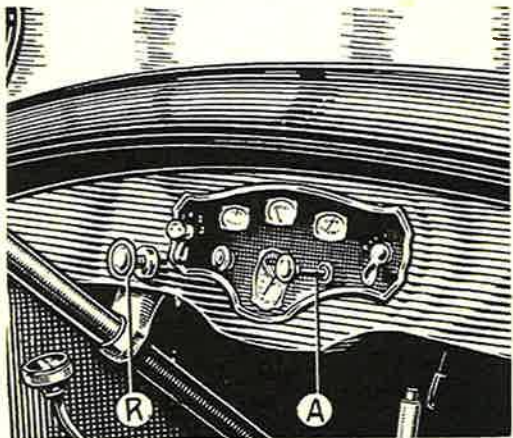

Fig. 24. - Comandi nella posizione d'avviamento.
65. Ruota libera. — L'eventuale dispositivo di ruota libera è disposto tra il cambio e l'albero di trasmissione ed è comandato, mediante trasmissione flessibile, da un pomello fissato sul pannello porta strumenti ed a portata di mano del guidatore (fig. 24).